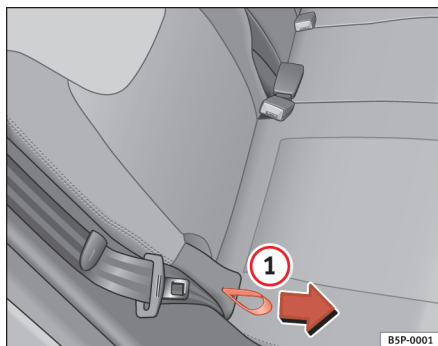

Fig. 98 Indstilling af bagsædets ryglænhældning
- Hold fast om ryglænet øverst oppe. Træk stroppen på siden af sædet ⇒ fig. 98 ① i pilens retning, og hold stroppen i denne stilling. Tryk samtidig ryglænet tilbage til den ønskede position, og slip stroppen.